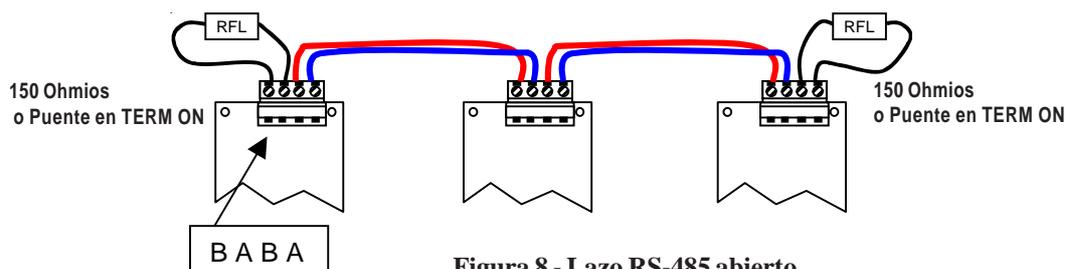

Figura 8 - Lazo RS-485 abierto
- Conecte el cable RS-485 (A y B, OUT del repetidor) al equipo siguiente (A y B IN del siguiente equipo, vease la Figura 8 para más detalles).